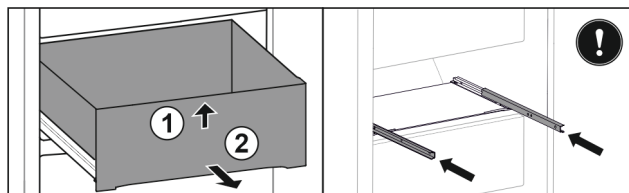

Fig. 113
- Nosta vetolaatikon etuosaa ylös. Fig. 113 (1)
- Poista vetolaatikko vetämällä sitä eteenpäin. Fig. 113 (2)